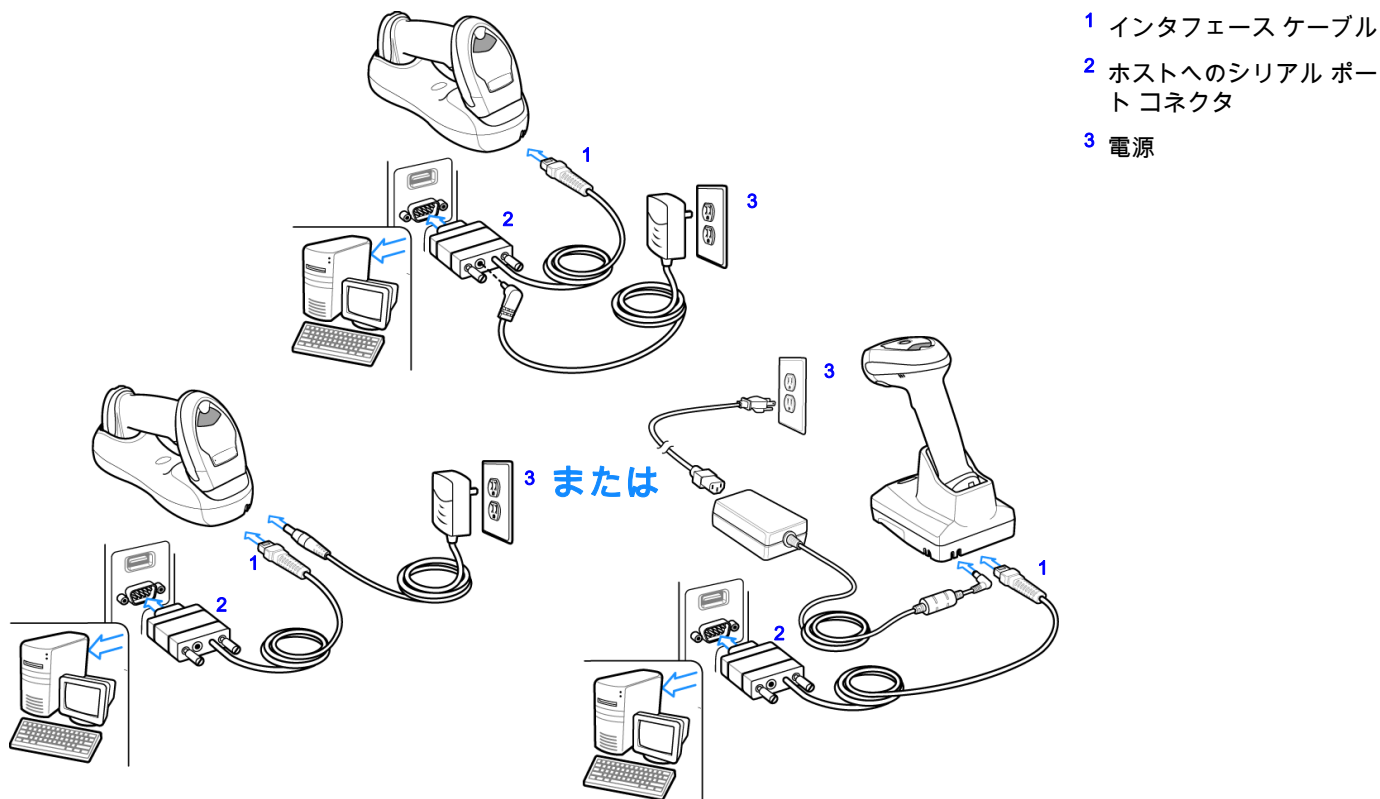

図 7-1 RS-232 直接接続
- ✓ **注** 必要なインタフェース ケーブルは、構成に応じて異なります。**図 7-1** に示したコネクタは、あくまでも例です。実際には、別のコネクタが使用される場合もありますが、クレードルの接続手順は同じです。